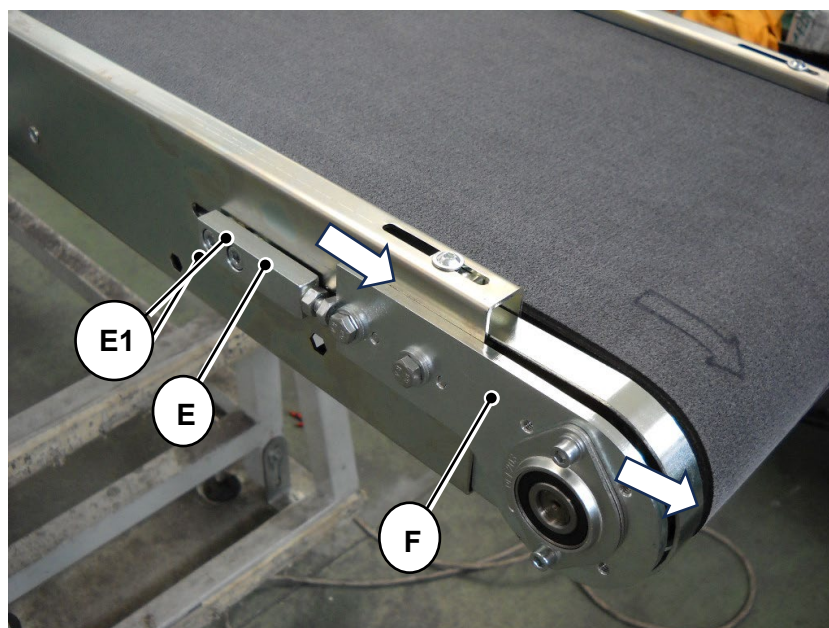

Fig. 09-24
- Inserir a nova correia (ou a mesma após ter sido limpa), verificando que o espaço entre os 2 lados seja aproximadamente igual (**N.B.** A correia possui uma brecha indicando o sentido de rotação - ver **Fig. 09-24**).
- Para puxar a correia, deve-se trazer para o lado externo as 4 placas 'F' de suporte da correia, então puxar os 4 registros 'E' até as respectivas placas, atuando nos 2 parafusos 'E1' de fixação (**Fig. 09-24**).